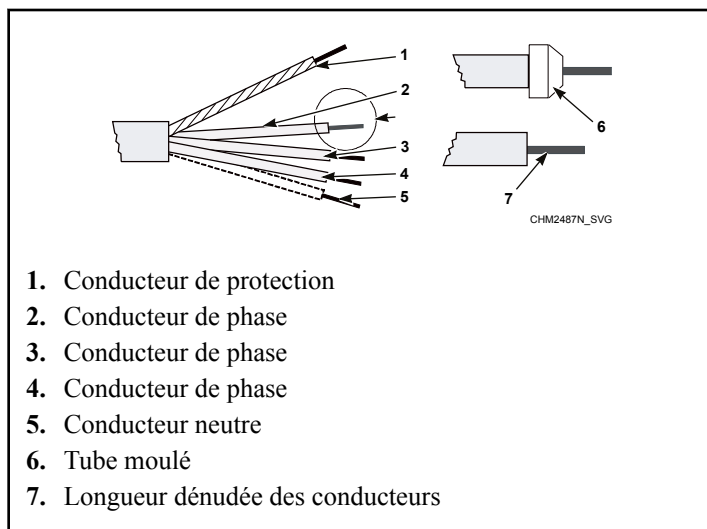

Figure 35
2. Dégagez les extrémités du conducteur. Voir *Figure 35* . Le conducteur de protection doit être plus long afin de pouvoir être acheminé vers la machine sans tension.